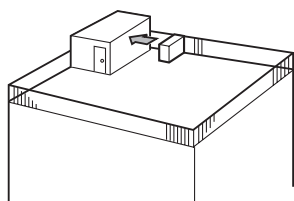

Fig. 2-3
- Τοποθετήστε τη μονάδα ώστε το στόμιο εξαγωγής του αέρα να είναι στραμμένο προς τον πλησιέστερο διαθέσιμο τοίχο και να απέχει περίπου 50 cm. (Fig. 2-3)